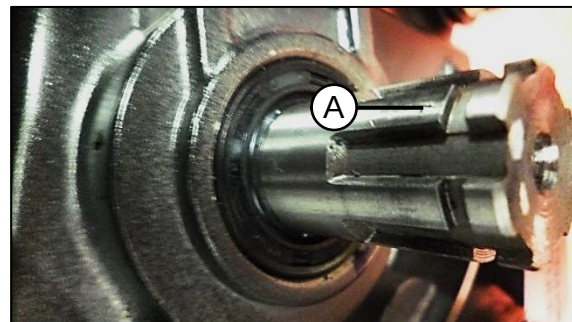

Fig. 11
Inspeccione el estado de las estrías del eje de salida (A). **Fig. 11**